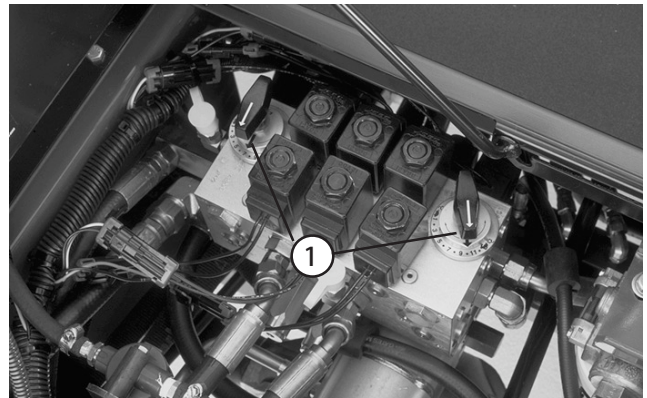

図 31
4. リールの速度を設定するには、ノブ（図31）を回して、ノブの矢印を、所定の番号に合わせる。